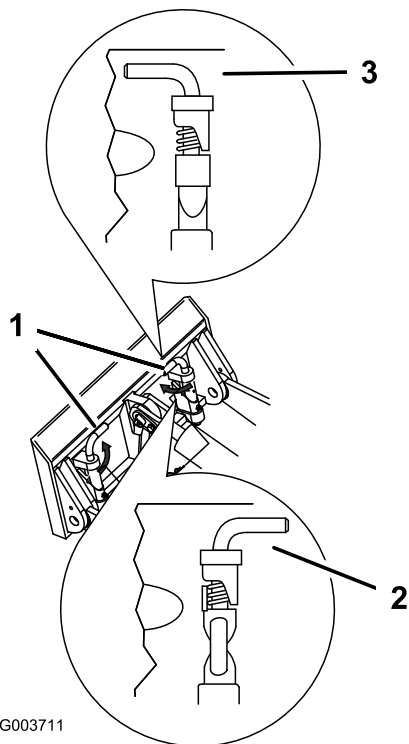

Bild 23
7. Lassen die Schnellbefestigungsstifte eingreifen und stellen Sie sicher, dass sie vollständig in der Befestigungsplatte sitzen (Bild 23).